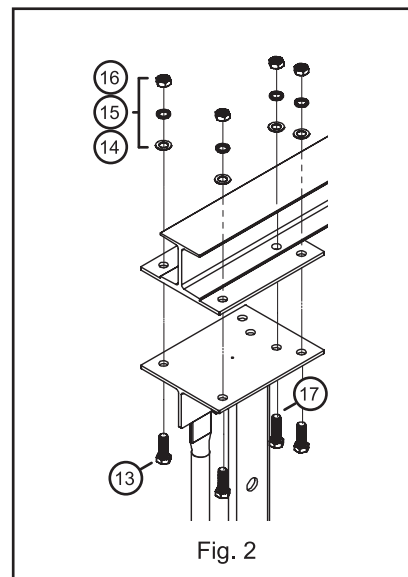

Fig. 2
Étape 2 : Boulonnez les ensembles supports verticaux à la poutre en I, fig. 2. Serrez à la main quatre boulons M12 x 35 mm (13), les rondelles plates M12 (14), les rondelles frein M12 (15) et les écrous M12 (16) sur les coins extérieurs des deux plaques plates. Placez deux boulons M12 x 45 mm (17), des rondelles plates M12 (14), des rondelles frein M12 (15) et des écrous M12 (16) à l'intérieur et qui traversent la poutre en I. **Serrez à la main uniquement.** Répétez cette opération pour l'autre ensemble support vertical. Une fois toutes les pièces de fixation installées comme indiqué sur la fig. 2 et serrées à la main, utilisez une clé dynamométrique et serrez les pièces de fixation entre 75 et 88 Nm (55 et 65 pi-lb). Commencez par les deux boulons M12 x 45 mm (17), puis serrez les quatre boulons M12 x 35 mm (13) selon un motif de serrage en croix.